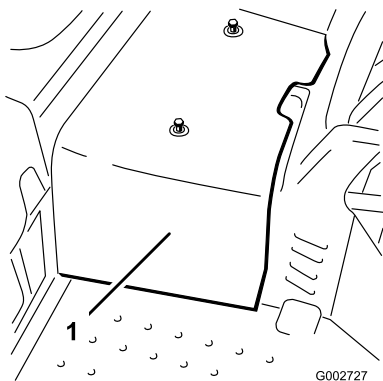

图 44
2. 拧掉将中央护罩固定到机器的 2 个螺丝然后取下护罩 图 44。